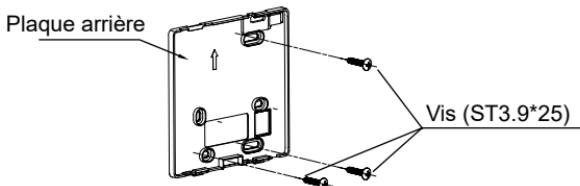

Figure 3-3
- Pour un montage apparent, fixer la plaque arrière au mur avec 3 vis (M3,9\*25) et les chevilles. (Figure 3-3)